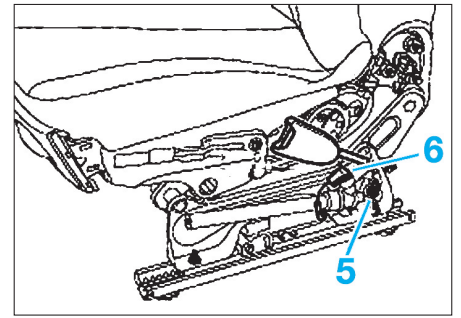

FIG. 21
- Déverrouiller le connecteur (6) de prétensionneur et le débrancher.
- la vis de fixation (5) (Fig.21)